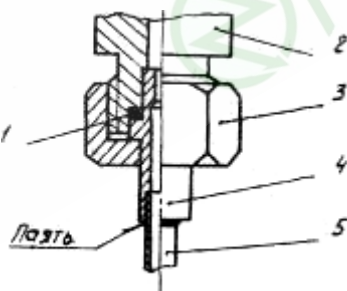

Рис. 1. Подсоединение прибора к трубопроводу 1 — прокладка; 2 — штуцер; 3 — гайка; 4 — ниппель; 5 — трубопровод
6.4. Присоединить прибор к трубопроводу следующим образом (рис.1):